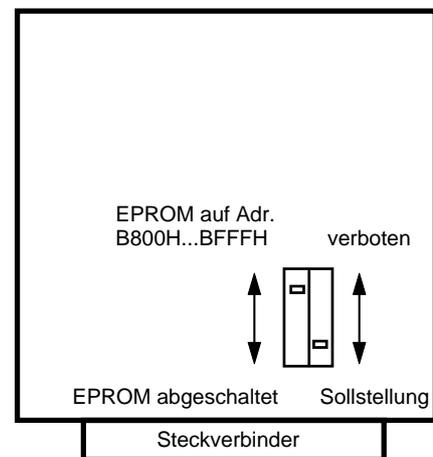

Bild 1: Schalterstellung
Der Schreibmaschinenmodul enthält einen abschaltbaren EPROM U556 (s. Bild 1), in der das Programm zur Druckeransteuerung gespeichert ist.
- Nach Lösen der Gehäuseschrauben und Abnahme des Gehäuses Schalter auf der Leiterplatte in Stellung "EPROM abgeschaltet" (s. Bild 1) bringen.